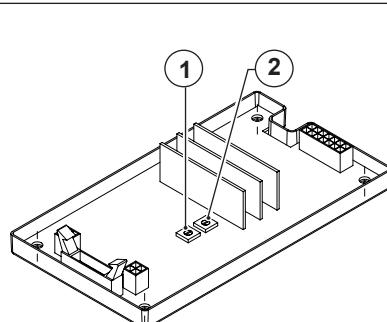
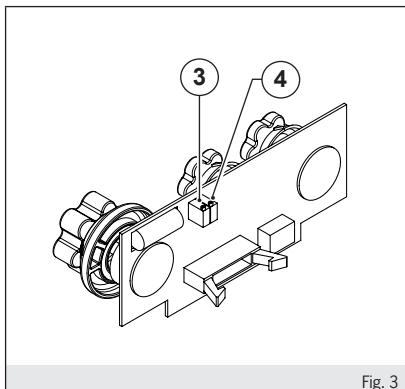

Fig. 2
Fig. 3
La macchina dispone all'interno di una scheda elettronica (fig.2) e potenziometri di regolazione (fig.3) per garantire le prestazioni in corrente e tensione.
- fig.2 - trimmer (1): Regolazione corrente massima di saldatura;
- fig.2 - trimmer (2): Regolazione corrente minima di saldatura;
- fig.3 - trimmer (3): Regolazione corrente di Jump-start;
- fig.3 - trimmer (4): Regolazione tensione di Jump-start.
The machine has inside an electronic regulator (fig.2) and adjustment potentiometers (fig.3) to guarantee the performances in current and voltage.
- fig.2 - trimmer (1): Maximum welding current setting;
- fig.2 - trimmer (2): Minimum welding current setting;
- fig.3 - trimmer (3): Jump-start current setting;
- fig.3 - trimmer (4): Jump-start voltage setting.
La machine dispose à l'intérieur une régulateur électronique (fig.2) et des potentiomètres de réglage (fig.3) pour garantir les performances en courant et tension.
- fig.2 - trimmer (1): régulation maximale courante de soudure;
- fig.2 - trimmer (2): régulation minimum courante de soudure;
- fig.3 - trimmer (3): régulation courante de Jump-start;
- fig.3 - trimmer (4): régulation tension de Jump-start.
La máquina tiene en su interior una tarjeta electrónica (fig.2) y potenciómetros de ajuste (fig.3) para garantizar las prestaciones en corriente y tensión.
- fig.2 - trimmer (1): Regulación corriente maxima de soldadura;
- fig.2 - trimmer (2): Regulación corriente mínima de soldadura;
- fig.3 - trimmer (3): Regulación corriente de Jump-start;
- fig.3 - trimmer (4): Regulación tensión de Jump-start.